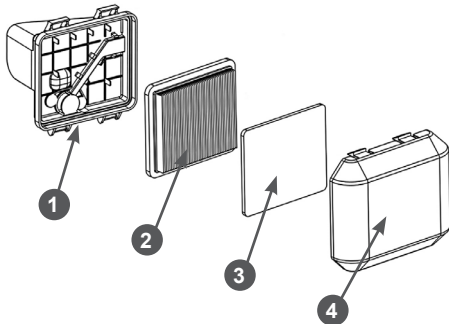

Рис. 23 Обслуживание воздушного фильтра
1. Нажмите на фиксаторы и снимите крышку 4 воздушного фильтра (Рис. 23).
2. Извлеките из крышки воздушного фильтра предварительный фильтрующий элемент 3 (Рис. 23).
5. Извлеките основной фильтрующий элемент 2 (Рис. 23).